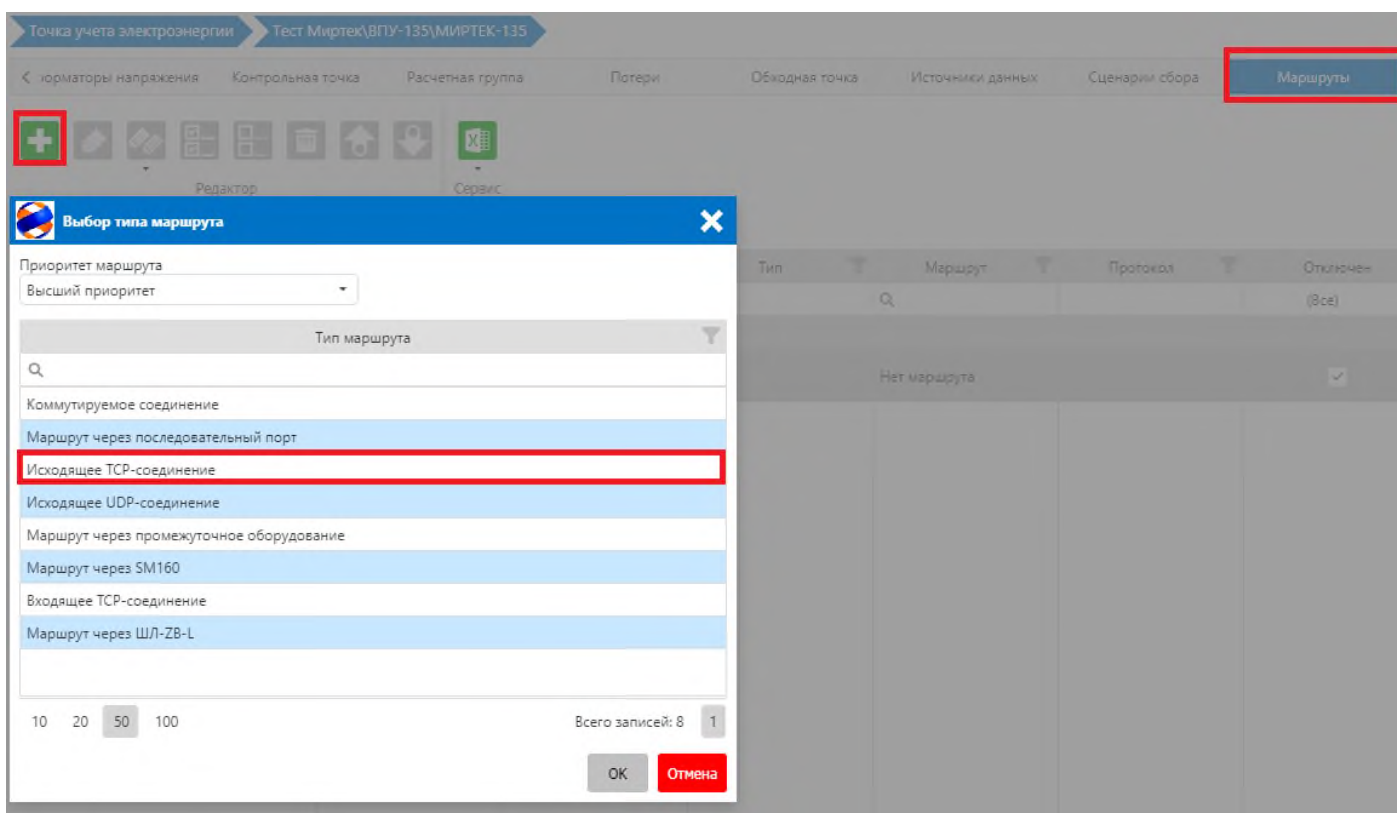

Рисунок 1.8.
1.2.6 Создать маршрут для опроса прибора учёта. Например, исходящее TCP-соединение (прибор в режиме сервера), рисунок 1.8, нажать ОК.